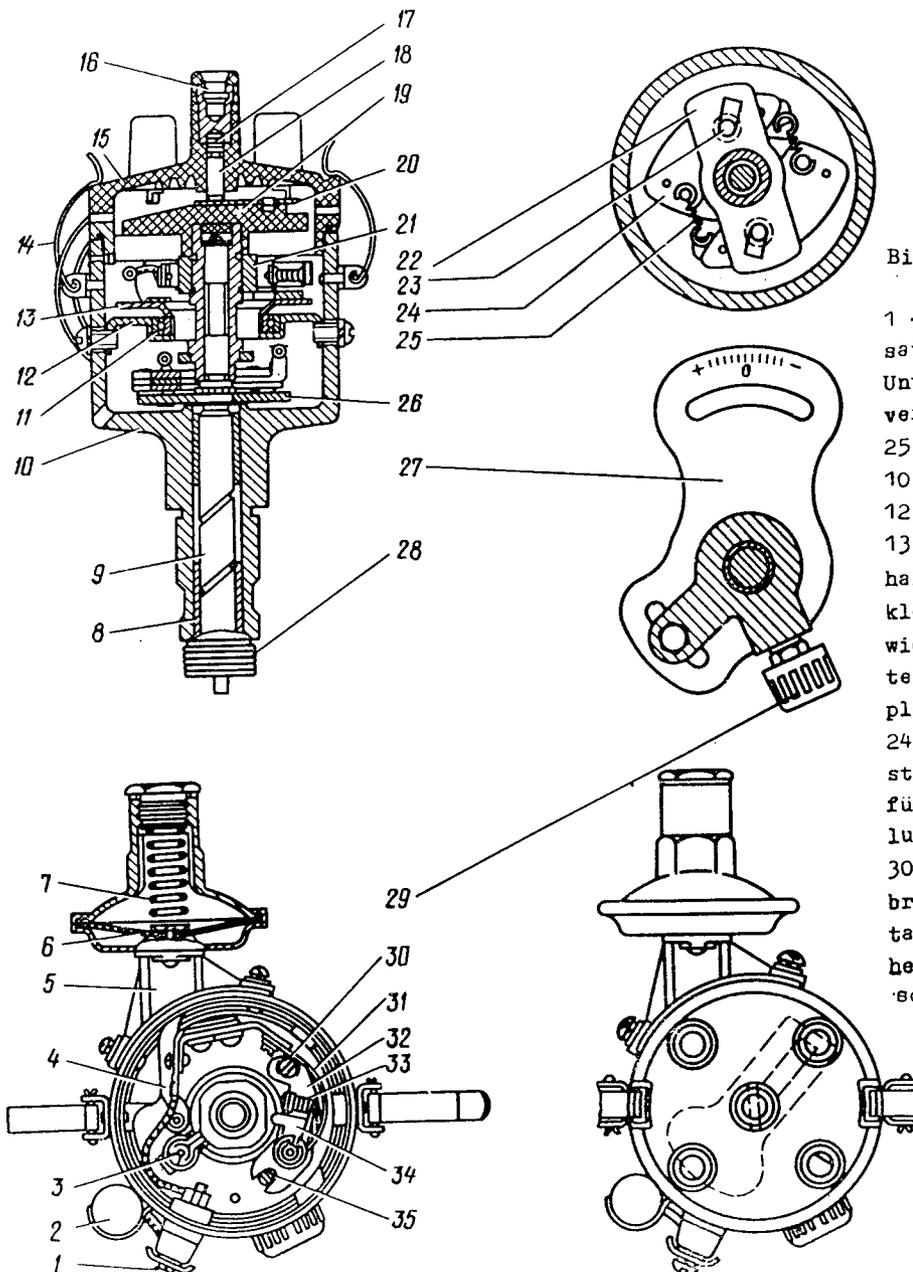
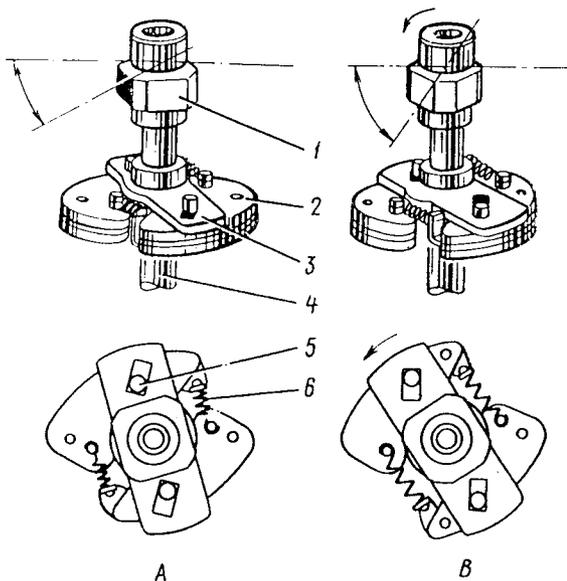
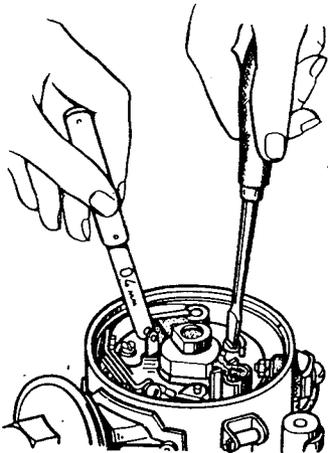

Bild 203. Zündverteiler:
Bild 204. Automatische Verstellung des Zündzeitpunktes durch den Fliehkraftversteller in Abhängigkeit von der Kurbelwellendrehzahl:
Bild 206. Einstellung des Kontaktabstandes am Zündverteiler
Der Zündverteiler (Bild 203) ist mit einem Fliehkraft- und einem Unterdruckversteller versehen. Der Fliehkraftversteller (Bild 204) ändert automatisch den Zündzeitpunkt je nach der Drehzahl der Motorkurbelwelle.
4. Zur Einstellung des Kontaktabstandes Motorkurbelwelle mit der Anwerfkurbel derart durchdrehen, daß der Unterbrechernocken die Kontakte ganz öffnet. Dann Sicherungsschraube 30 (Bild 203), die die Grundplatte des Amboßkontaktes befestigt, lösen und durch Drehen des Kopfes der Einstellschraube (Exzentrerschraube) 35 mit einem Schraubenzieher die Grundplatte und zusammen mit dieser den Amboßkontakt in die nötige Richtung verstellen, bis der richtige Kontaktabstand erreicht ist. Danach Schraube 30 anziehen und Kontaktabstand mit Fühllehre wieder prüfen (Bild 206).